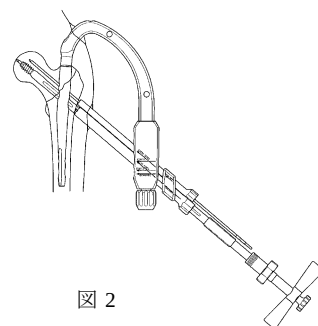

図 2
- 2) 3.2 スレッドレスガイドピンを介してラグスクリューを挿入します。（図 2）